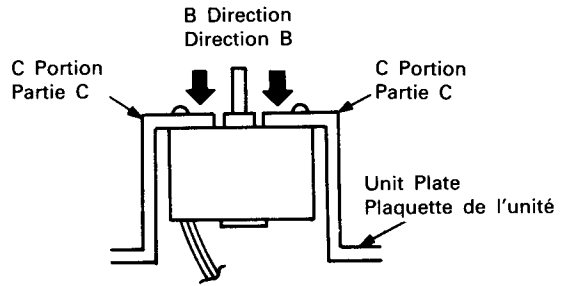

Fig. 16
- (3) During the overhauling of the DC Motor (D2), do not apply excessive force in the direction B. If the C portion of the Unit Plate is deformed this could cause eye-pattern deterioration. (Fig. 16)
- (3) Lors du changement du moteur CC (D2), ne pas appliquer de force excessive dans la direction B. Si la partie C de la plaquette de l'unité est déformée, cela peut provoquer une détérioration de l'oculaire I (Fig. 16).